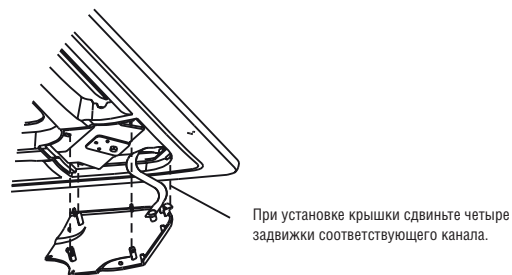

Рисунок 4-19
- Прикрепите монтажные заглушки к панели, слегка надавив на них. (См. рис. 4-19).